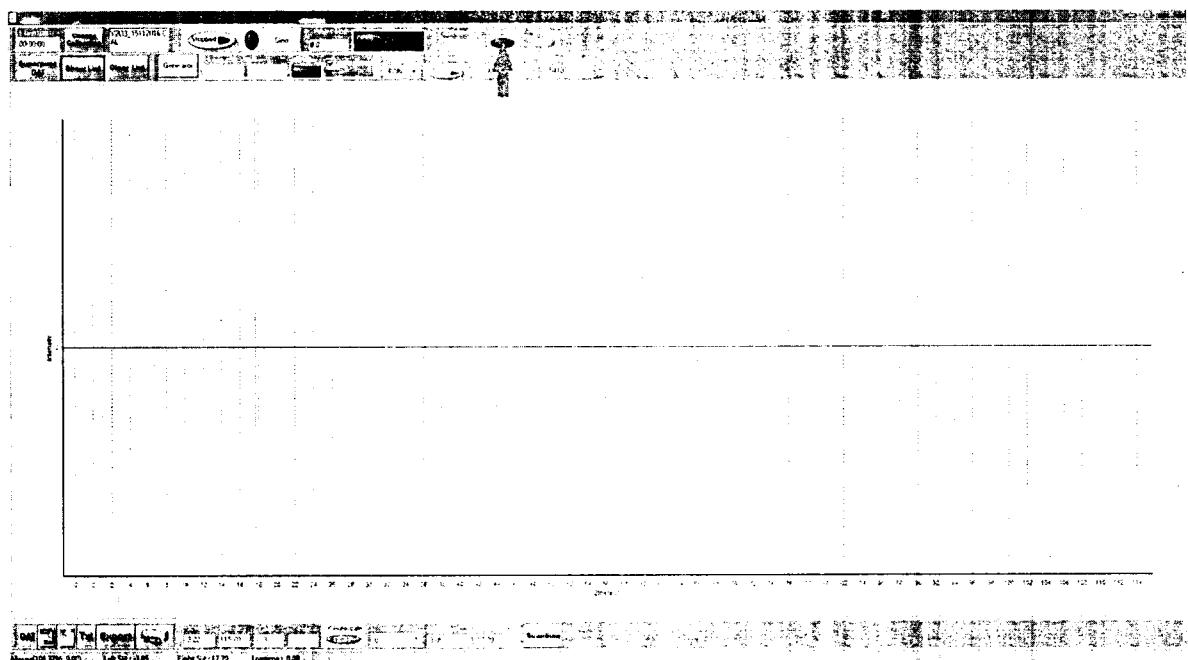
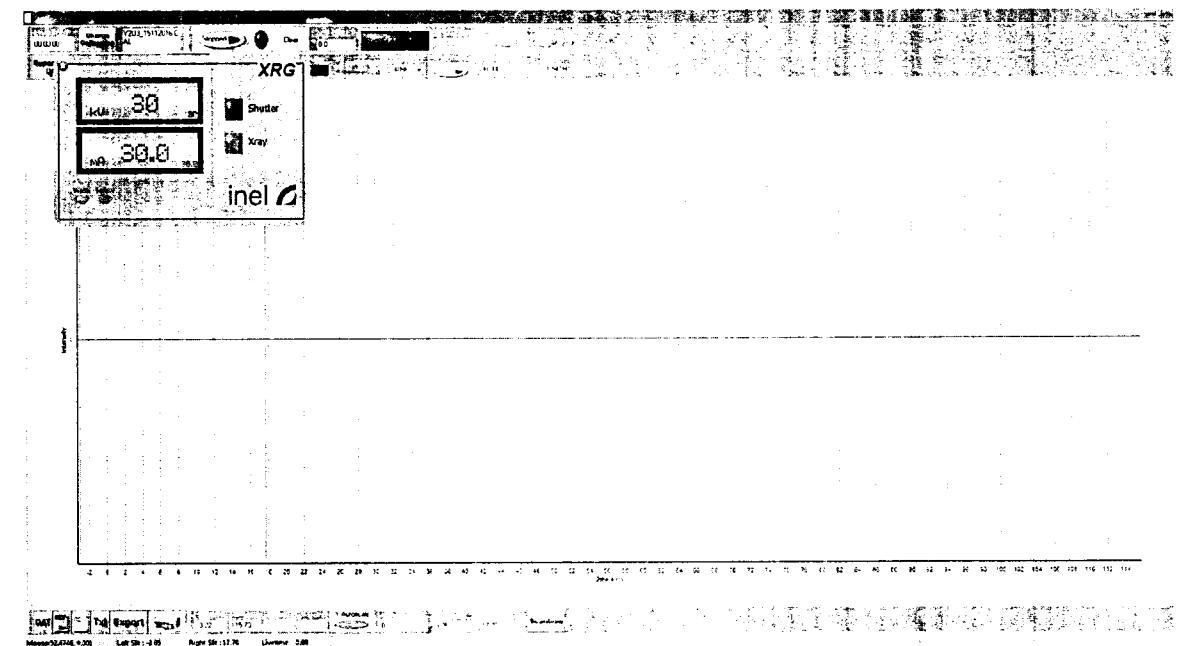

Рисунок 2 - Включение высокого напряжения детектора (отмечено стрелкой)
Рисунок 3 - Включение рентгеновского генератора и установка режима работы источника.
6.4.2.2. Включить высокое напряжение на детекторе (Рис. 2), включить рентгеновский генератор с помощью кнопки *Generator* и маркера *X-Rays* в появившемся окне (Рис. 3) и установить следующие параметры (для рентгеновской трубки с медным анодом; при